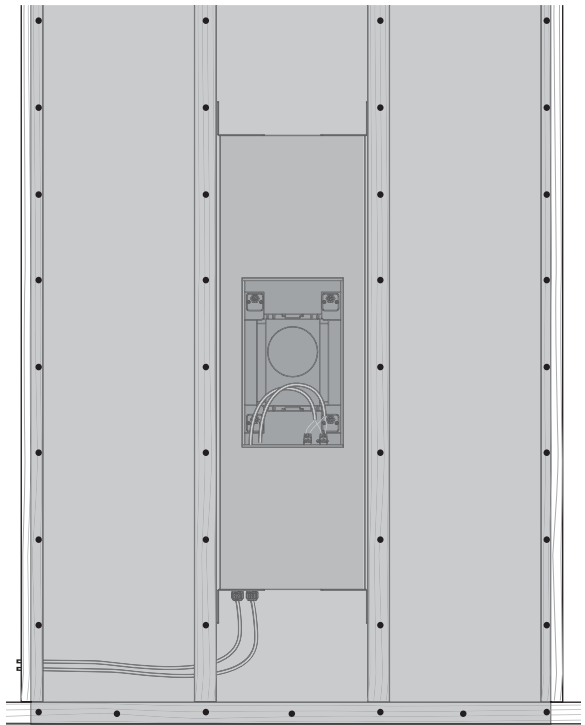

Fig. 6. Viti per cartongesso.
1. L'installazione del muro a secco intorno alla posizione del barattolo posteriore viene eseguita al meglio utilizzando un unico foglio di grandi dimensioni con la linea centrale verticale centrata sulla linea centrale verticale posteriore del barattolo (Fig. 6). In alternativa, la copertura può essere lasciata e il muro a secco installato in quattro sezioni attorno alla copertura.